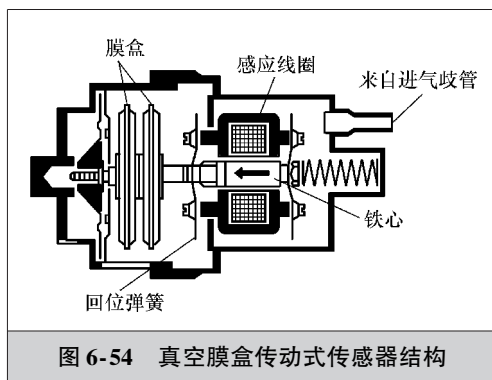

图 6-54 真空膜盒传动式传感器结构
(2) 真空膜盒传动式的结构与工作原理 真空膜盒传动式进气歧管绝对压力传感器主要由膜盒、铁心、感应线圈等组成。其结构如图 6-54 所示。